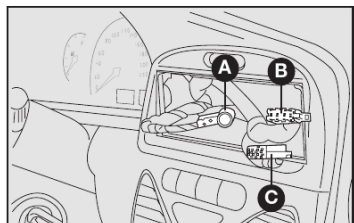

fig. 81
- cabo de alimentação do autorrádio **C**-fig. 81.
- cabo para alto-falante dianteiro e traseiro (exceto Strada) **B**-fig. 81.
- cabo com conector para antena **A**-fig. 81.